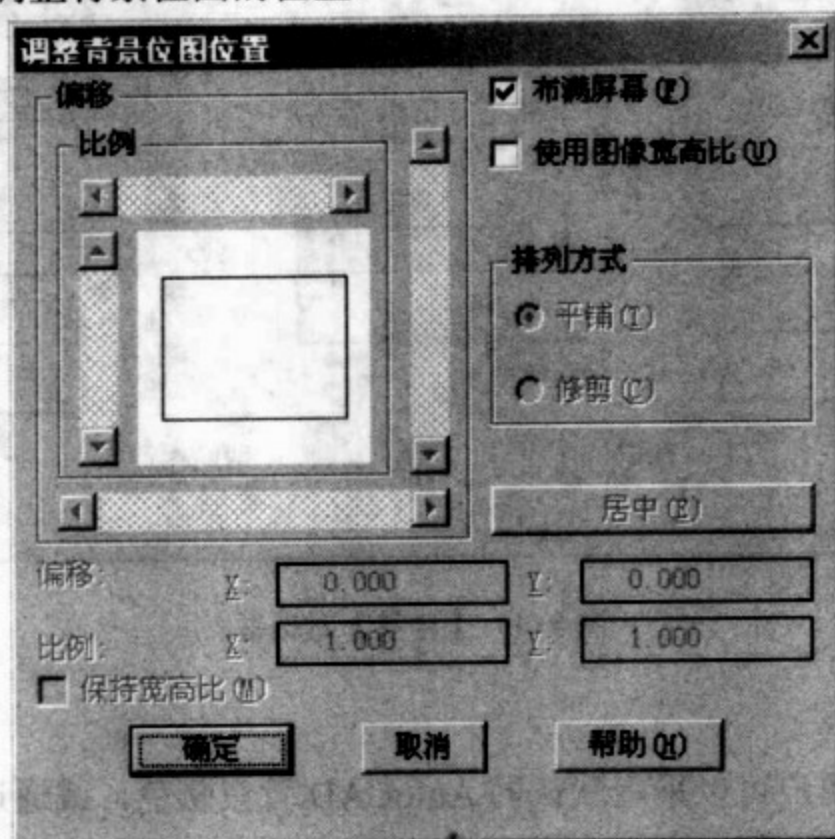

图 9-50 【调整背景位图位置】对话框
(1) 名称。在文本框中键入图像文件名。
(2) 查找文件。显示标准的文件选择对话框。从对话框中选择要使用的背景图像文件。
(3) 调整位图。单击 **调整位图(I)...** 按钮，弹出【调整背景位图位置】对话框，如图 9-50 所示，通过该对话框调整背景位图的位置。